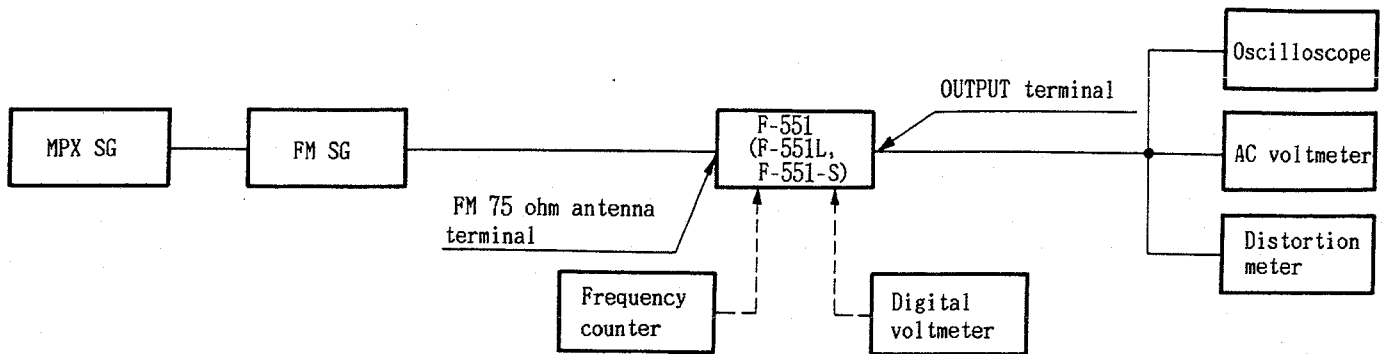

Fig.2-1. FM adjustment connection diagram
- Faire les raccordements comme indiqué en Fig.2-1.